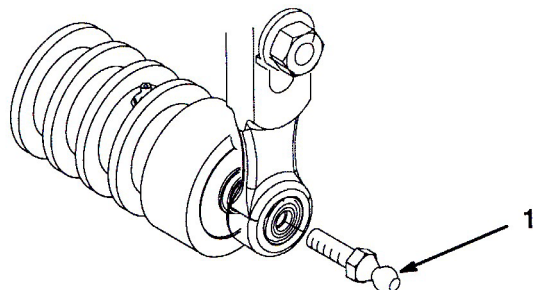

図17
4. カッティングユニットの前ローラの左右端部にボール・スタッドを取り付ける (図17)。